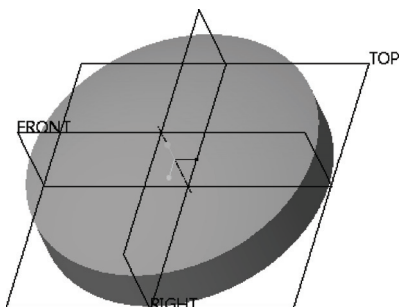

图 12-3 创建旋转实体特征
5) 接受默认的旋转角度“360°”，单击“旋转”选项卡中的 (完成) 按钮，创建的旋转实体特征如图 12-3 所示。